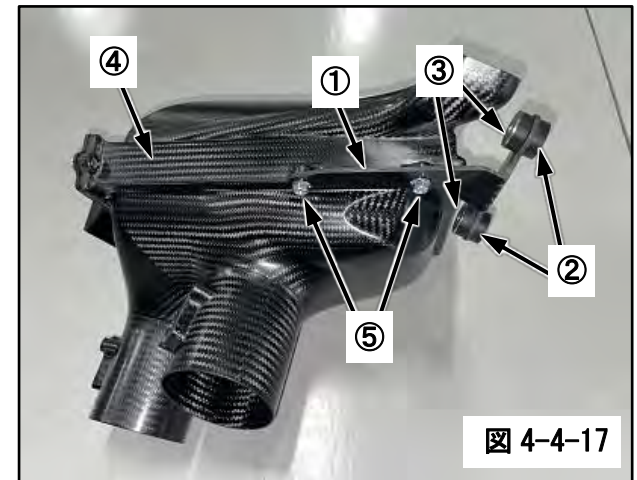

図 4-4-17
(17) ①インダクションボックスブラケット F に②グロメット B と③カラー M6 を取付けし、④インダクションボックスに⑤ボルト(2 本)で取付けてください。(図 4-4-17)